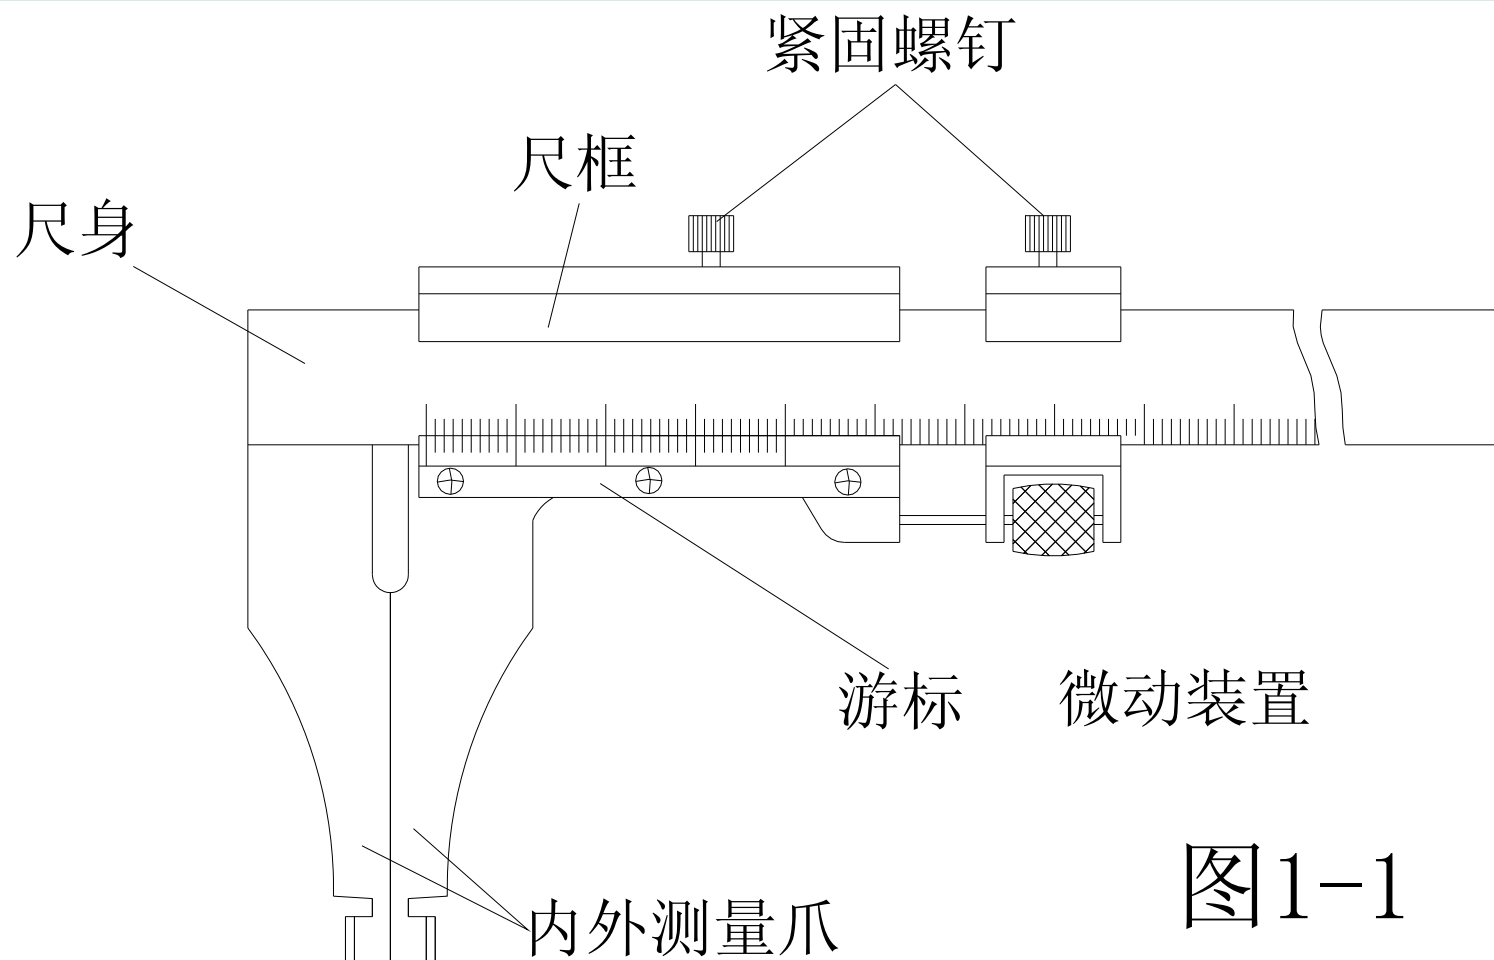

图1-1
(1) 面卡尺带有内外量爪，可以测量内侧尺寸 和外侧尺寸（图1-1）。